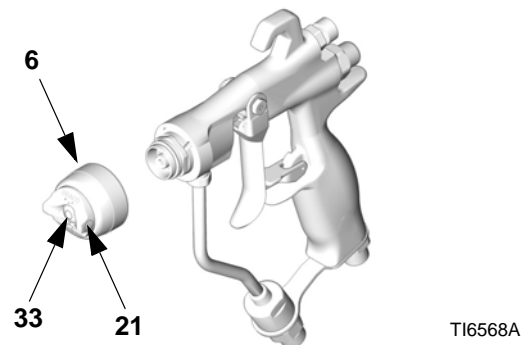

FIG. 36
2. Ta bort hållmuttern (6) till luftmunstycket, luftmunstycket (21) och sprutmunstycket (33). Se FIG. 36.